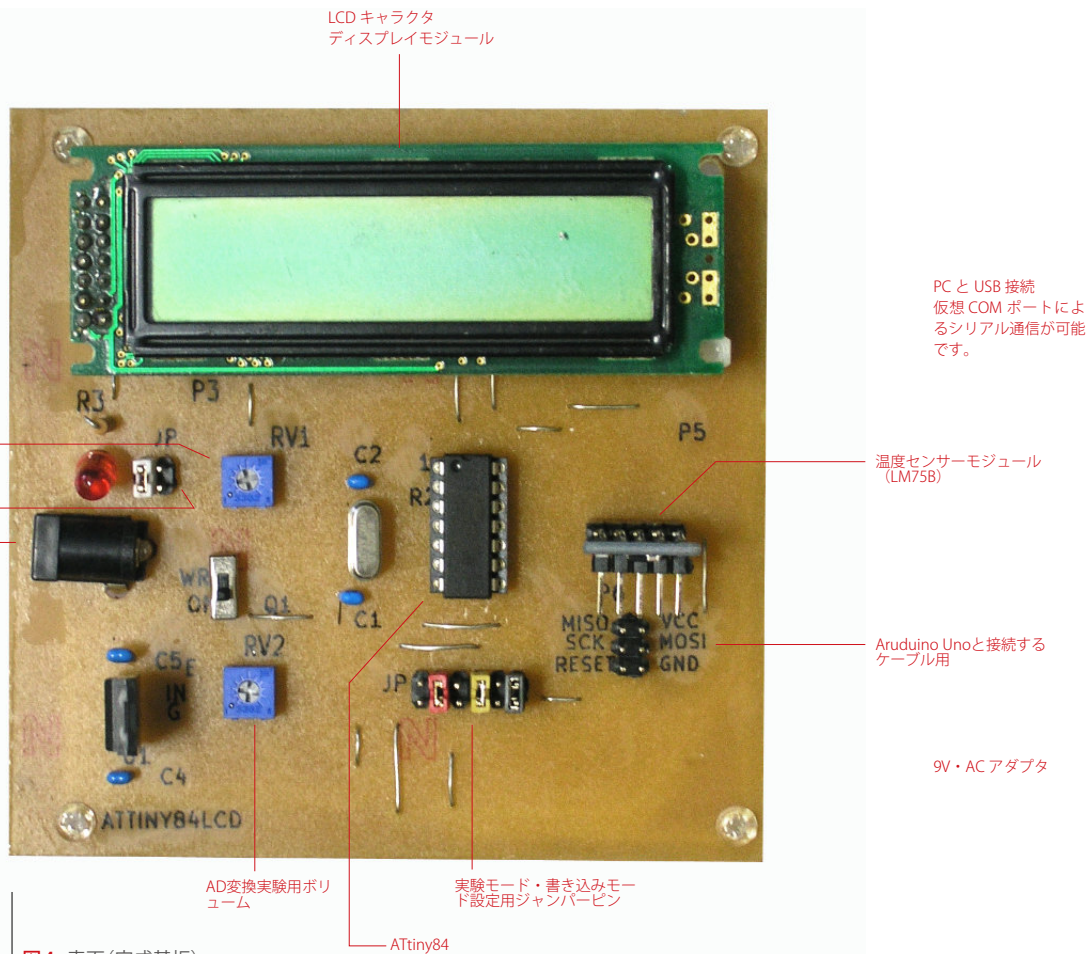

図4■ 表面 (完成基板)
② パーツリストを参照の上、必要な部材を装着し基板を完成させます [表1・図4]。最後に ATtiny84、LM75B、LCDを装着します。
③ 続いてコードの開発を行います。Arduino開発環境が未インストールの場合は該当サイトにて、使用環境にあわせたArduino開発環境をインストールします。切削基板屋ではArduino開発環境1.8.18をWindows10で使用しております。また、ボードマネージャとしてATTinycoreをダウンロードして動作可能にしてください。
④ 切削基板屋では以下のようなテストを行いATtiny84の性能を確認しました。